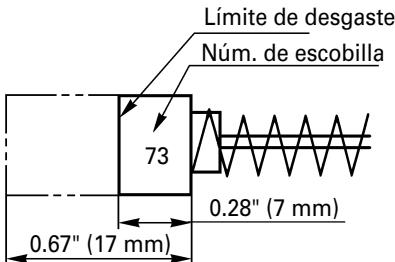

Fig. 6
3. Inspeccionar los escobillas de carbón (Fig. 6)
Utilice las escobillas HITACHI Núm. 73 indicadas en la Fig. 6.